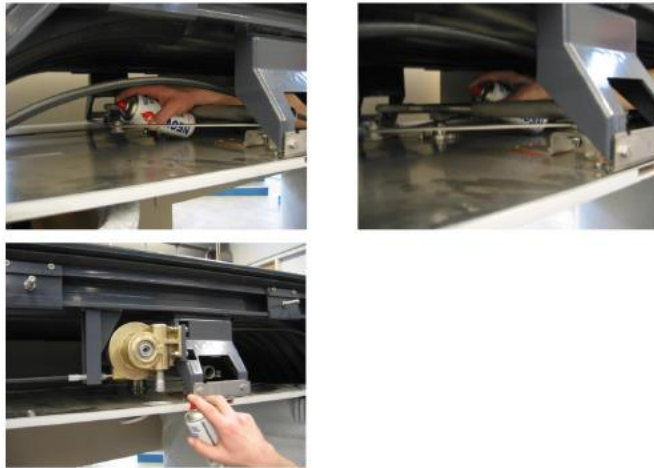

Figura 5 Engrase de la suspensión por mecanismo de tijera-telescópica y bisagras
- o Suspensión por mecanismo de tijera- telescópico del techo articulado (solamente con coches desacoplados) (Figura 5).